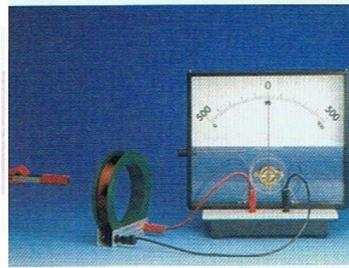

fig. 1 L'aimant est immobile.
1. Les bornes d'une bobine sont reliées à un galvanomètre à zéro central. Plaçons l'aimant devant la bobine et observons (fig. 1).
- 1 Y a-t-il du courant dans le circuit de la bobine quand l'aimant est immobile (fig. 1) ?